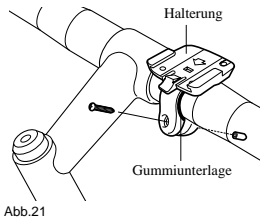

Abb.21
- Die Halterung unter Verwendung der Gummiunterlage dicht bei der Lenkerstange befestigen (Abb. 21).